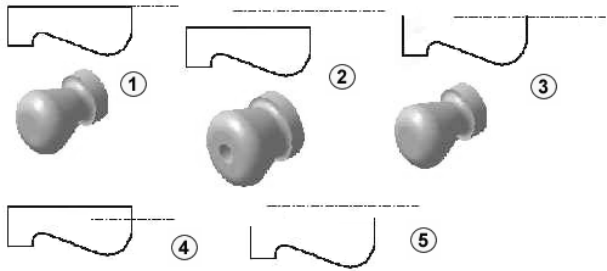

图 3-27 回转轴线与轮廓线的要求
利用旋转成形功能可以让二维草图平面上的封闭轮廓相对轴线旋转, 形成三维实体模型。二维草图必须是自封闭的轮廓(如图 3-27 中①②所示)或者是和旋转轴组成封闭曲线(如图 3-27 中③所示)。封闭曲线不能和轴相交(如图 3-27 中④所示)。当轮廓线不封闭时, 轴线要使之封闭, 否则不能旋转(如图 3-27 中⑤所示)。旋转的图形可以由多个不相交的封闭轮廓线组成, 但多个封闭曲线之间不能相交。